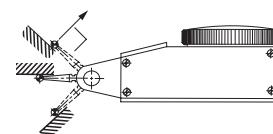

Fig.3
1. Make sure that the centerline of the contact point is parallel to the surface of the workpiece while taking measurements. Another way to express this rule: Keep the contact point at 90° to the direction of measurement for best accuracy (See Figure 3).
1. S'assurer que l'axe de la pointe de contact est parallèle à la surface de la pièce lors de la prise de mesures. Autre façon d'exprimer cette règle : Maintenir la pointe de contact à 90° par rapport à la direction de mesure pour une meilleure précision (voir Figure 3).
1. 在测量时，确保接触点的中心线与工件表面平行。另一种表达方式是：为了获得最佳精度，保持接触点与测量方向垂直（见图3）。